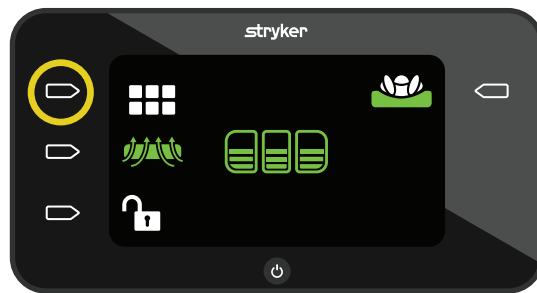

Figure 27 – Mode
1. Sur l'écran d'accueil, appuyer sur le bouton d'**action** en regard de l'icône **mode** (Figure 27).